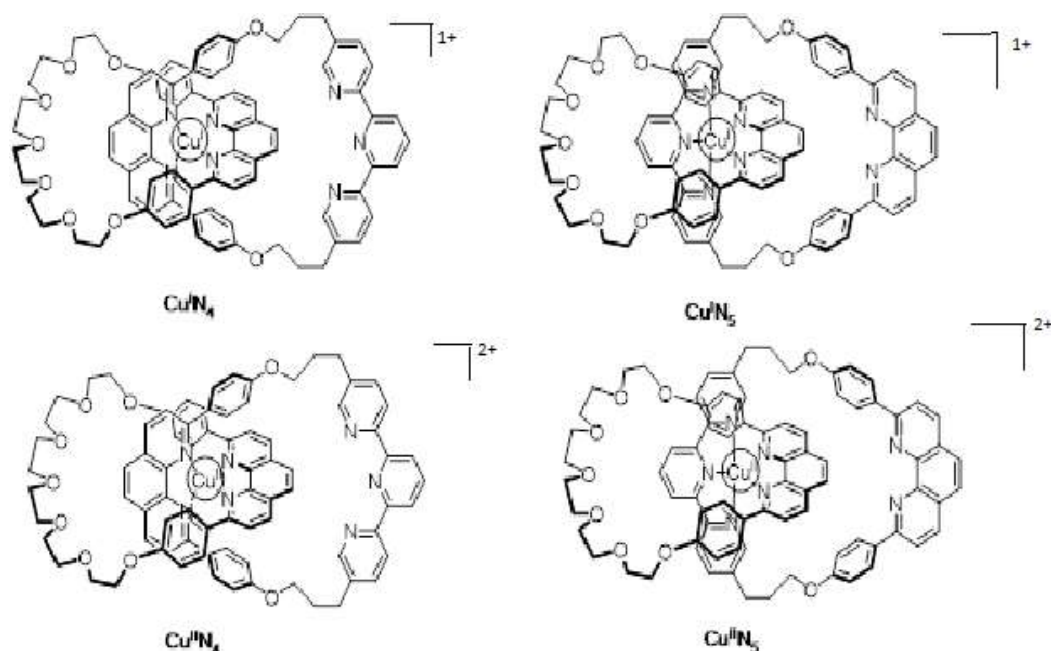

Fig. 2 – Estados del [2]catenano L
11. **Rellena** los casilleros sólidos con la designación de los complejos involucrados en la Fig. 2 y **completa** en los cuadros punteados la secuencia para alcanzar el control electroquímico del sistema utilizando la notación siguiente : $\curvearrowright$ (rotation); $+e^-$; $-e^-$.